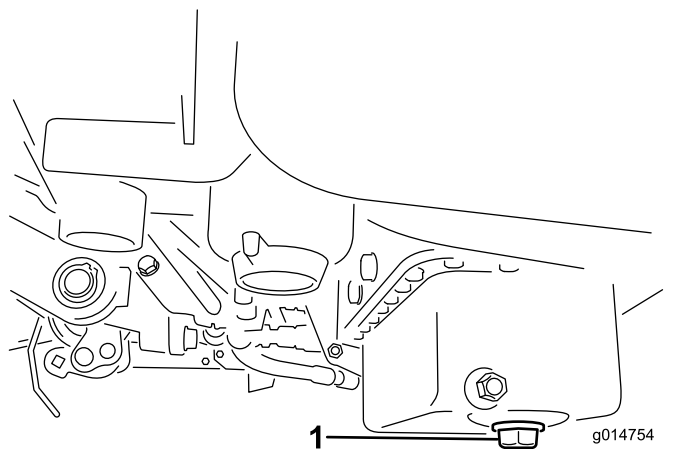

Figura 41
1. Retire el tapón de vaciado y deje fluir el aceite a un recipiente apropiado. Cuando el aceite deje de fluir, coloque el tapón de vaciado (Figura 41).